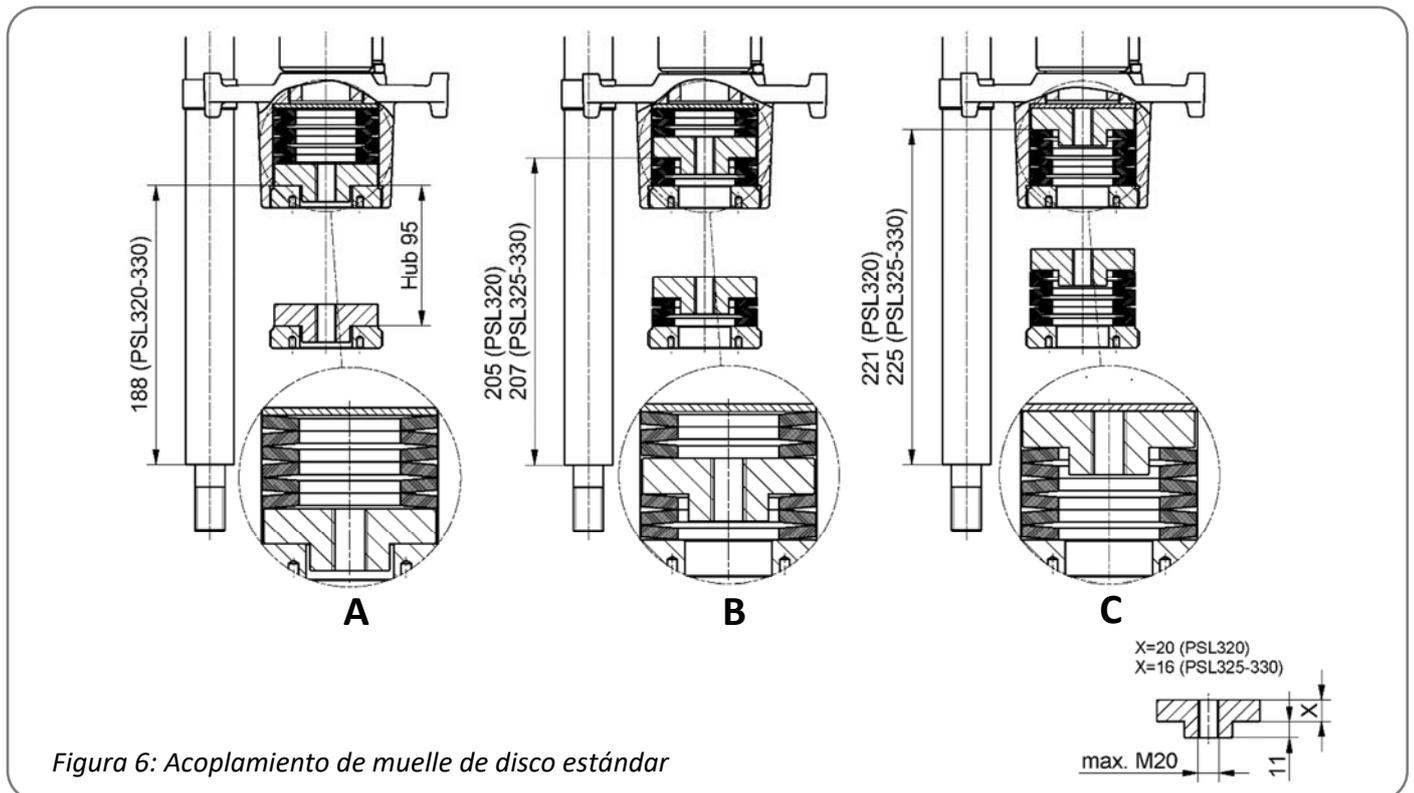

Figura 6: Acoplamiento de muelle de disco estándar
- A: Disposición para una válvula pasante con «vástago de la válvula en retroceso» como dirección de cierre (Figura 6).
- B: Disposición para una válvula de 3 vías (Figura 6).
- C: Disposición para una válvula de paso con «vástago de la válvula extendiéndose» como dirección de cierre (Figura 6).